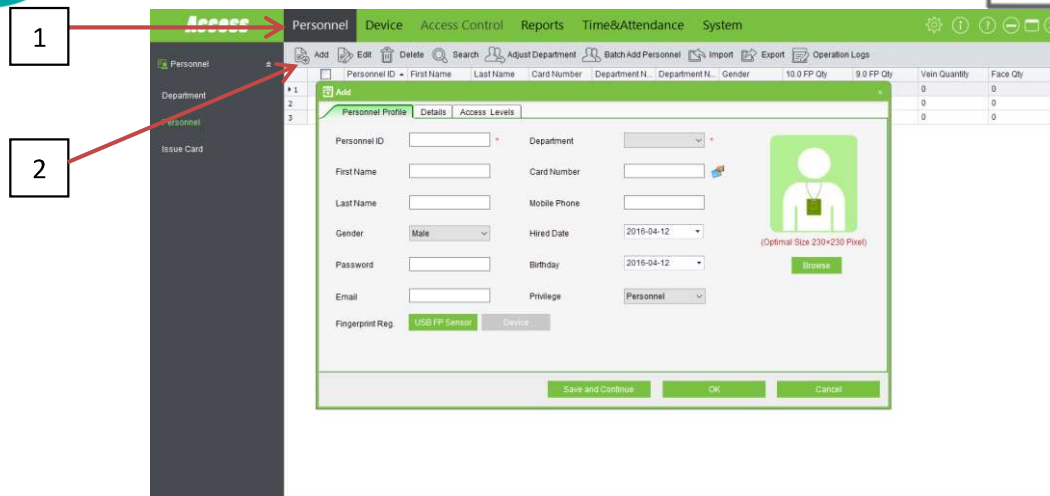

Figura 13 – Adicionar novos Utilizadores
Para adicionar novos utilizadores clicar em **Personnel (1)**->**Add(2)** (Figura 13).